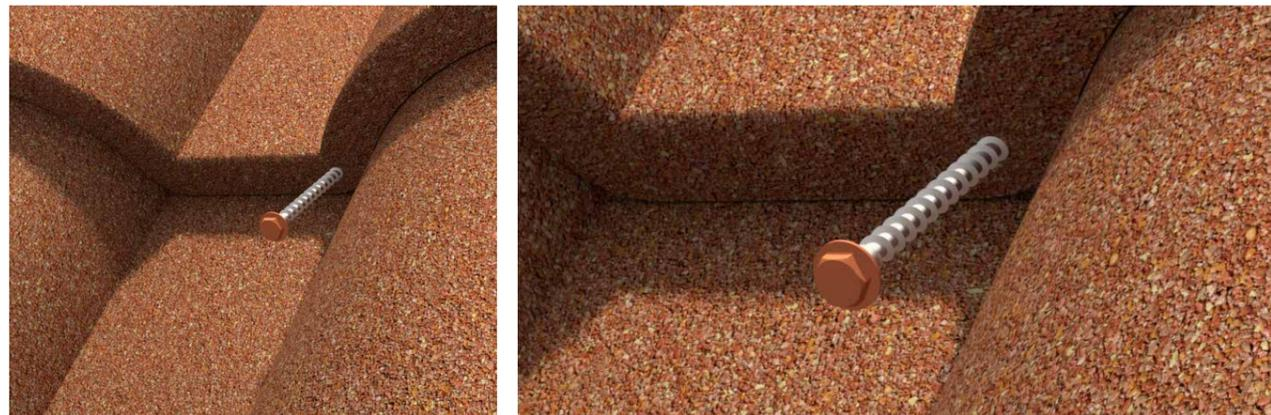

рис. 32
8.1.3. Кровельные панели ДЕКРА Роман располагают на брусках шаговой обрешетки и крепят в торец обрешетки под углом 45 градусов к плоскости ската через каждую волну специальными ершенными гвоздями или саморезами из расчета 5 гвоздей на одну панель (см. рис. 32).